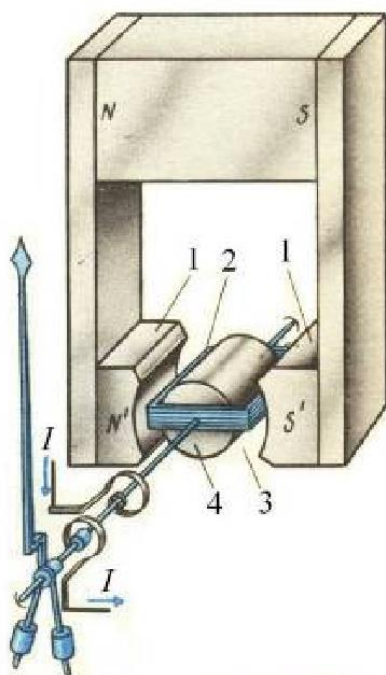

Рисунок 1. Устройство прибора магнитоэлектрической системы:
**Магнитоэлектрическая система** – рисунок 1.